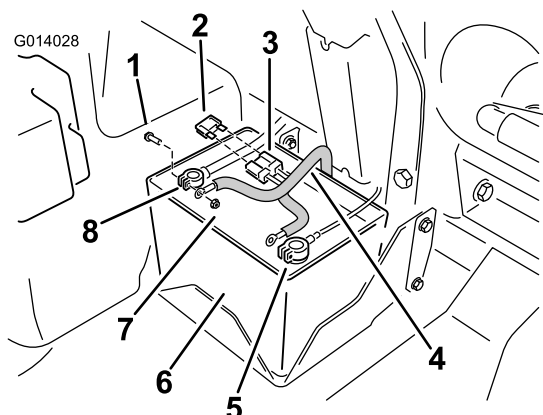

図 17
- 4. ハーネスについている赤いリング端子を、赤いバッテリーケーブルの端子に接続する (図 17)。
- 5. 黒色のリング端子をバッテリーのマイナス端子に接続する (図 17)。
- 8. バッテリーに戻り、ハーネスのコネクタにヒューズを取り付ける (図 17)。